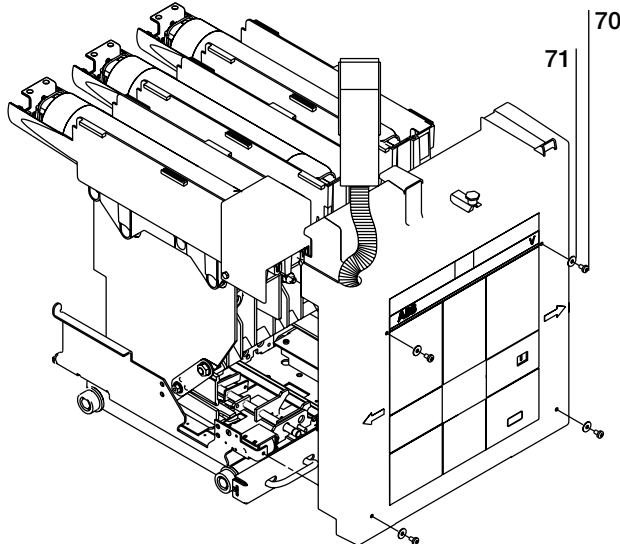
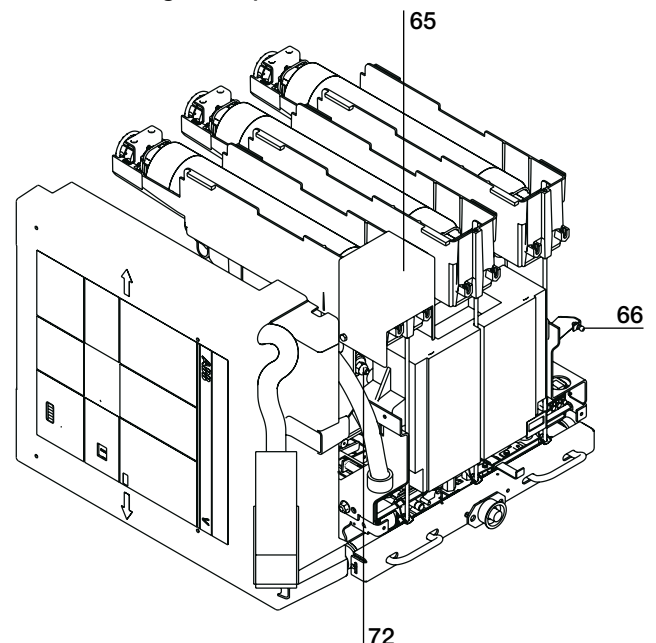
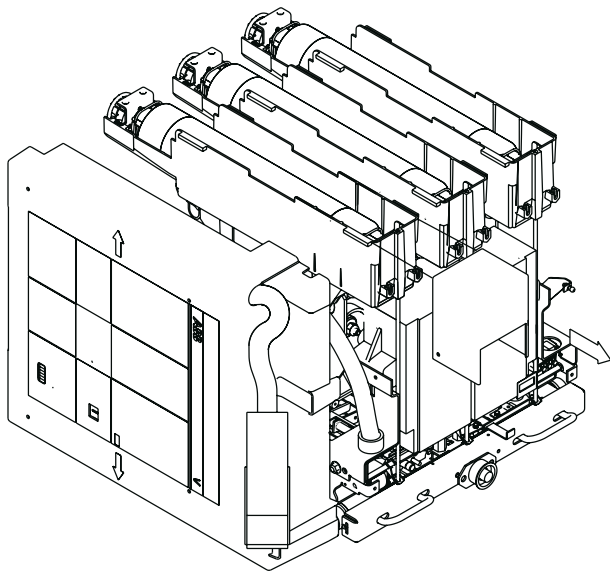
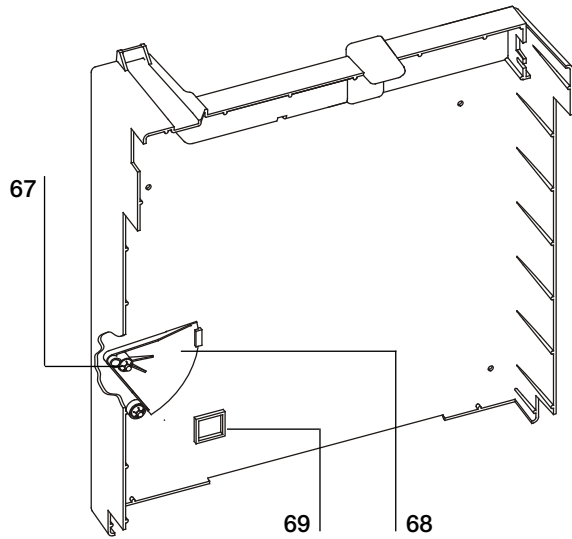

Fig. 14a
Fig. 14b
Fig. 14c
Fig. 14d
Con contattore estratto dal quadro svitare le quattro viti (70) di fissaggio dello schermo e le rispettive rosette DIN (71) (fig.14a) e posizionarlo come da fig.14b, svitare la vite (72) (fig.14b) di fissaggio della protezione (65) (fig.14b) ed abbassare di circa un centimetro il tirante a cui è fissata la vite, sfilare la protezione a cuffia (65) (fig. 14c) e procedere alla sostituzione dei fusibili secondo le istruzioni riportate al par. 7.3.
With the contactor removed from the switchboard, unscrew the four screws (70) which fix the shield and relative DIN washers (71) (fig. 14a) and position them as shown in fig. 14b. Unscrew the fixing screw (72) (fig. 14b) of protection (65) (fig. 14b) and lower the tie-rod to which the screw is fixed by about one centimetre. Slide out the protection with hood (65) (fig. 14c) and proceed to replace the fuses according to the instructions given in para. 7.3.
Riposizionare la protezione (65) (fig. 14b) ripetendo in senso inverso le operazioni indicate nel par. 7.2.
Rimontare lo schermo avendo cura di inserire lo snodo sferico (66) (fig. 14b) nell'apposita sede (67) (fig. 14d) posta sull'indicatore "aperto/chiuso" (68) (fig. 14a).
Verificare che il contaimpulsi (14) (fig. 14c) si inserisca nella apposita sede (69) (fig. 14d) e fissare lo schermo con le viti (70) e le rosette DIN (71) (fig. 14a).
Remount the shield, taking care to insert the ball joint (66) (fig. 14b) into the special seat (67) (fig. 14d) located on the "open/closed" indicator (68) (fig. 14a).
Check that the impulse counter (14) (fig. 14c) fits into the special seat (69) (fig. 14d) and fix the shield with the screws (70) and DIN washers (71) (fig. 14a).